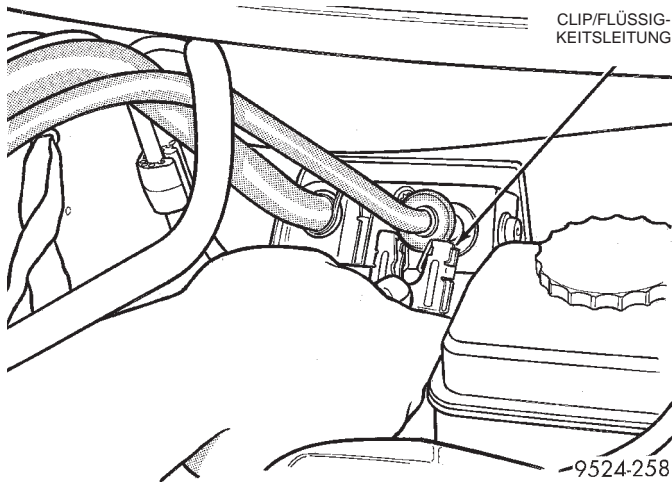

Abb. 58 Clip der Flüssigkeitsleitung am Expansionsventil
(1) Mit einer geeigneten Kältemittel-Auffangvorrichtung das Kältemittel aus der Klimaanlage ablassen.
(2) Clip der Schnelltrennkupplung am Expansionsventil lösen (Abb. 58).